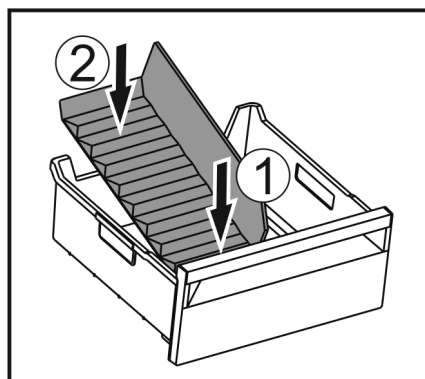

Fig. 152
- ▶ Umetnite prednji dio pregrade ladice za led. Fig. 152 (1)
- ▶ Spustite stražnji dio pregrade ladice za led do dna ladice. Fig. 152 (2)